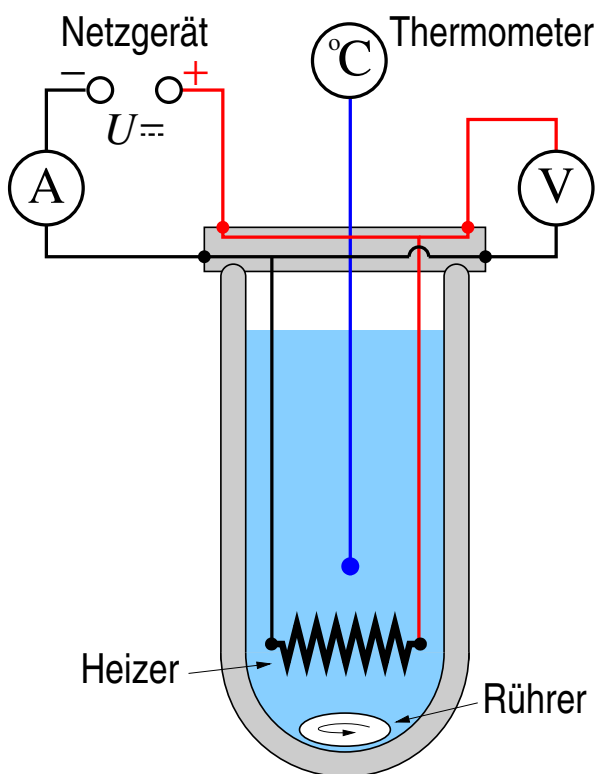

Abbildung 5: Kalorimeter mit Schaltung zur elektrischen Heizung inclusive Amperemeter (A) und Voltmeter (V).
Zur Bestimmung der spezifischen Wärmekapazität  $c_W$  von Wasser wird der Flüssigkeit gleichmäßig elektrische Energie durch eine Heizung zugeführt. Die elektrische Schaltung dazu ist in Abb. 5 dargestellt. Die von der Heizung pro Zeitintervall  $\Delta t$  abgegebene Joule'sche Wärme errechnet sich gemäß Gl. (12) aus Spannung, Strom und Heizdauer. Diese Wärmemenge ist gleich der vom gesamten Kalorimeter aufgenommenen Energie:
Abb. 5 zeigt, wie der Kalorimeterflüssigkeit elektrische Wärmeenergie über eine Heizung zugeführt werden kann. Die Heizung wird aus einem externen *Netzgerät* (Abb. 6) gespeist. Zur Bestimmung der elektrischen Energie werden Stromstärke und Spannung gleichzeitig mit *Multimetern* (Abb. 7, links) gemessen.
- Bauen Sie die Schaltung nach Abb. 5 auf. Bei den Multimetern sind verschiedene Buchsen für Strom- und Spannungsmessung vorgesehen. Das Amperemeter wird für die Messung eines Gleichstromes im Amperebereich eingestellt (Abb. 7), das Voltmeter für die Messung einer Gleichspannung im Bereich einiger Volt.